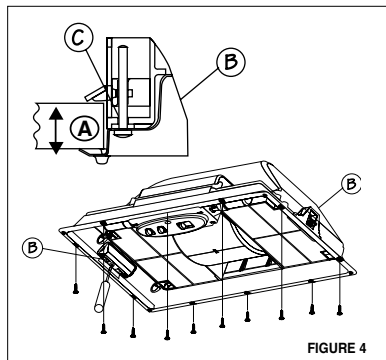

FIGURE 4
4. Installer la hotte sur l'armoire à l'aide de deux fixations à ressort, une de chaque côté de la hotte (**B de la FIGURE 4**). Utiliser un tournevis Phillips et serrer la vis de reglement (**C de la FIGURE 4**) tandis que les fixations s'attachent fortement à la surface. Si l'épais du bas de l'armoire est MOINS de 3/4 po., installer bloc de bois pour remplir l'espace.
5. AUSSI installer la hotte sur l'armoire à l'aide des 10 vis fournies (**FIGURE 4**).